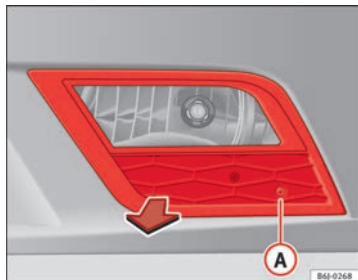

Fig. 158 Farol de nevoeiro
- Retire o parafuso ⇒ Fig. 158 (A) da grelha do farol de nevoeiro, utilizando uma chave de fendas.